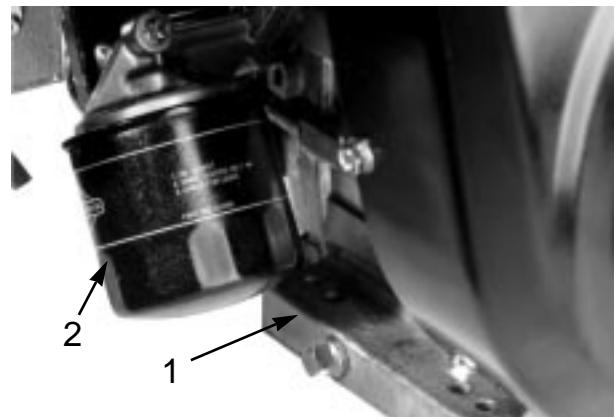

図41
1. ドレンプラグ（図41）を外してオイルを抜き、プラグを元通りに取り付ける。
2. オイルフィルタ（図41）を外し、新しいフィルタのガスケットに薄くエンジンオイルを塗る。